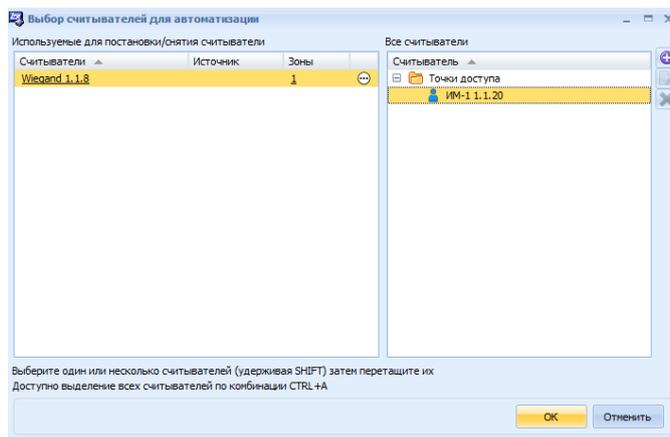
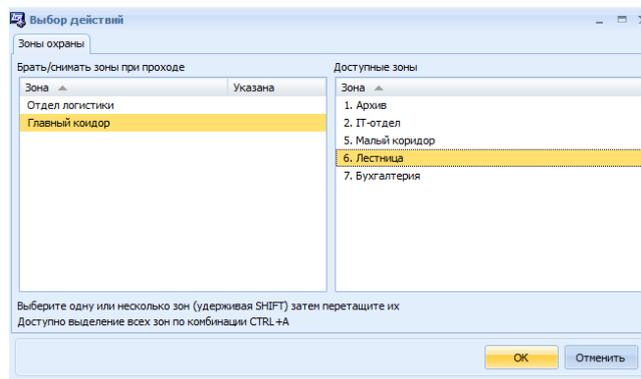

Рис. 23 Окно **Выбор считывателей для автоматизации**
Рис. 24 Окно **Выбор действий**
- **Автоматизация** - нажав на кнопку **Изменить**, выбрать используемые для автоматизации считыватели (Рис. 23). Затем, нажав на кнопку  рядом с выбранным считывателем, открыть окно **Выбор действий**, в котором указать какие зоны будут автоматически поставлены на охрану (сняты с охраны) при использовании идентификатора (карта или пароль) на этой точке прохода (Рис. 24) (подробнее См. 23.2 вкладка Охрана).